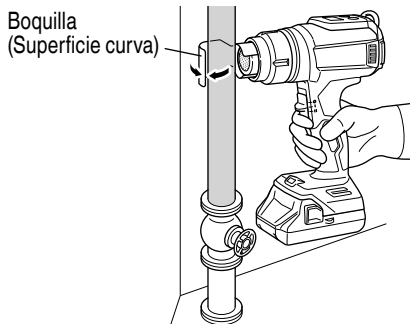

Fig. 17
5. Descongelación de tubos de agua (Fig. 17)